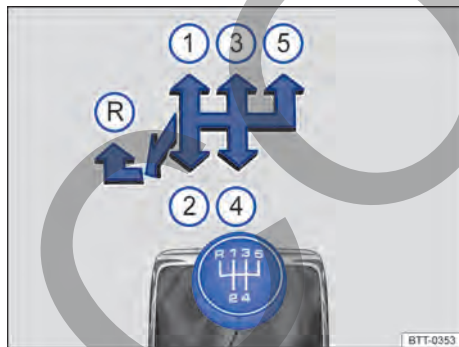

Fig. 89 Esquema de la transmisión manual de 5 marchas.
Las posiciones de cada una de las marcha están representadas en la palanca de cambios → **fig. 89**.
- Empujar la palanca de cambios totalmente hacia la izquierda y después hacia adelante hasta la posición de la marcha atrás → **fig. 89** **Ⓡ**.